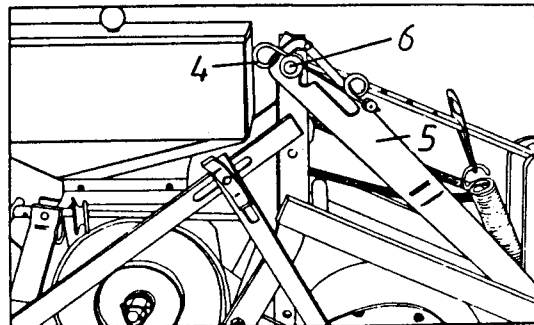

Abb. 15
Transportstellung: Feder (4) wie in Abb. 15 auf Bolzen (6) umlegen und Aggregat ausheben bis Strebe (5) einrastet.